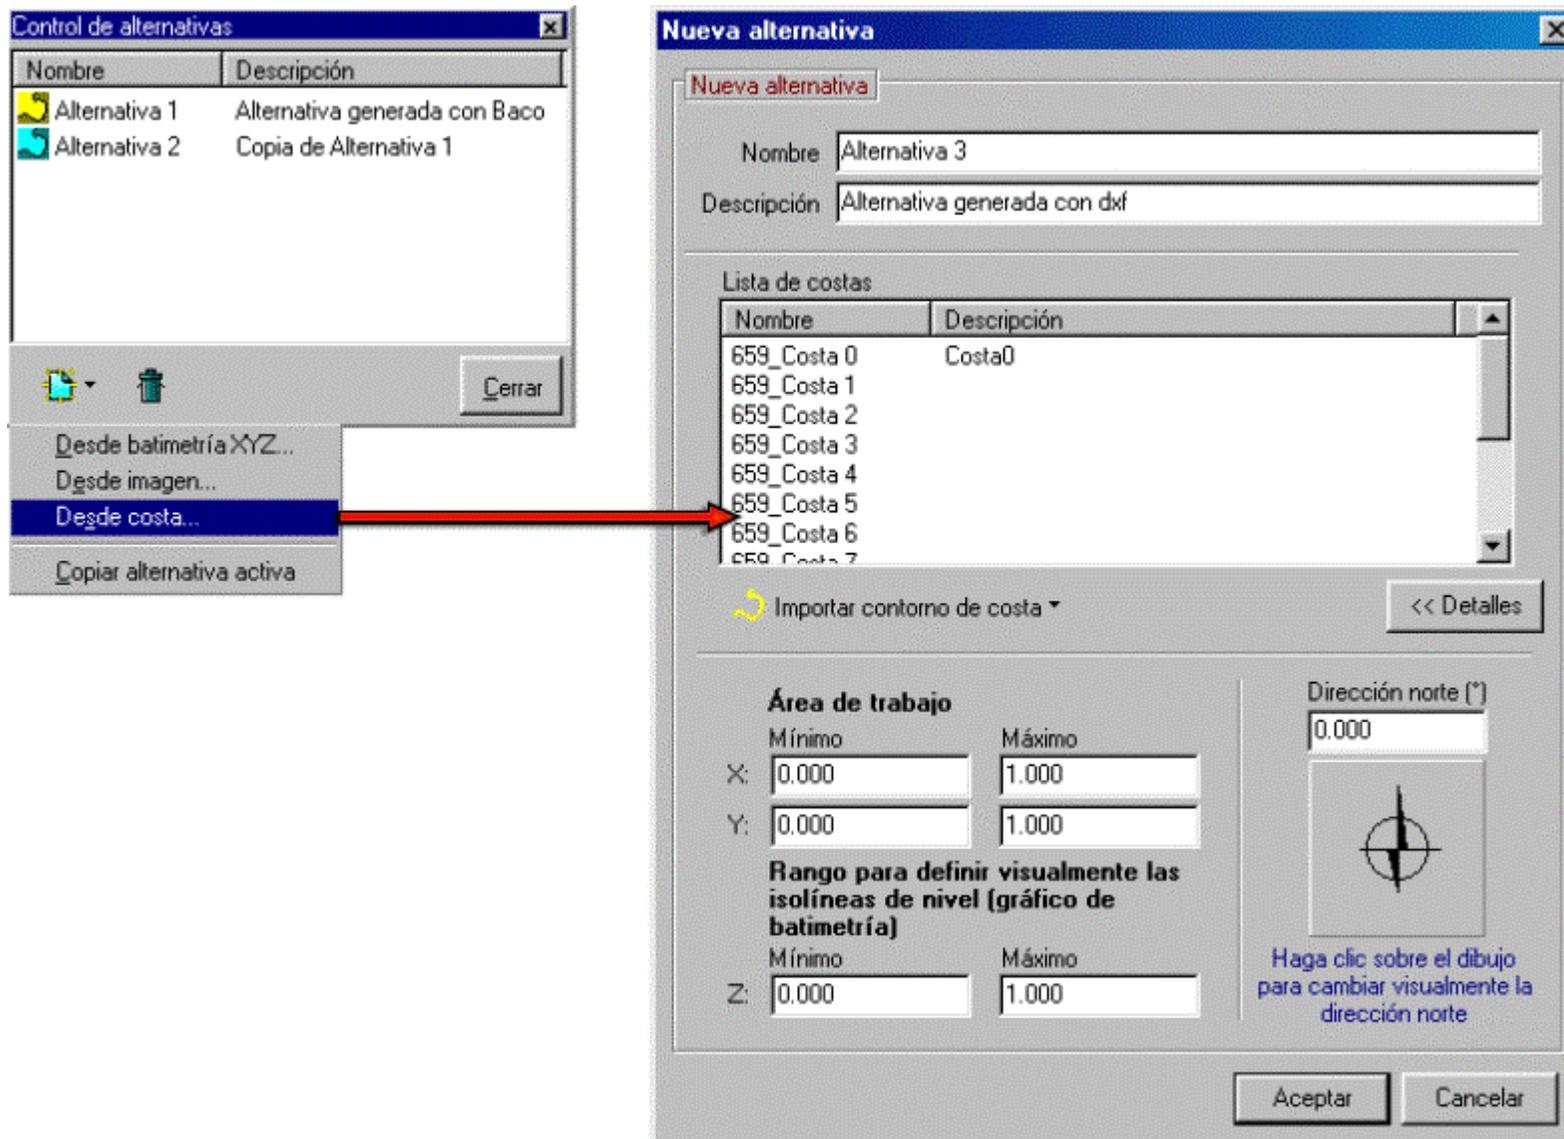

Figura 7.39
- Abrir el “control de alternativas” y en el botón de “Crear alternativa”, seleccionar la opción “Desde costa...”. Rellenar en la nueva ventana el campo de descripción con “Alternativa generada con dxf” (ver figura 7.39).